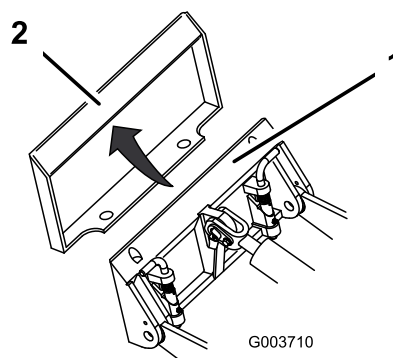

Рисунок 25
- Введите монтажную поверхность в верхний выступ установочной пластины навесного приспособления (Рисунок 25).